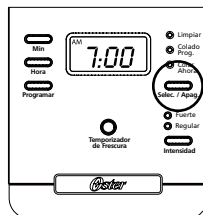

figure 4
1. Après avoir suivi les indications du paragraphe, **ajoutez L'eau et Le Café Moulu** et après avoir bien mis en place la verseuse et le panier à filtre, appuyez une fois sur la touche sélection « Color Ahora » (Figure 4). Le voyant lumineux préparation immédiate « Color Ahora » s'allumera, signalant que la cafetière est sous tension et qu'elle fait passer le café.